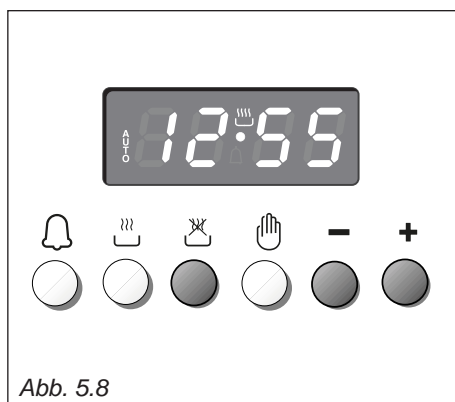

Abb. 5.8
1. Garzeit durch drücken der Taste  und der Taste $+$ oder $-$ einstellen (Abb. 5.8). (Taste $+$ erhöhen, Taste $-$ verringern).
2. Ende des Garvorgangs durch drücken der Taste  und der Taste $+$ oder $-$ einstellen (Abb. 5.8). (Taste $+$ erhöhen, Taste $-$ verringern).